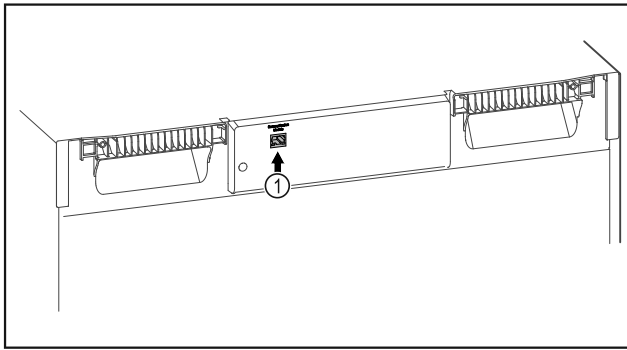

Fig. 102
- Je používán SmartModule Fig. 102 (1).